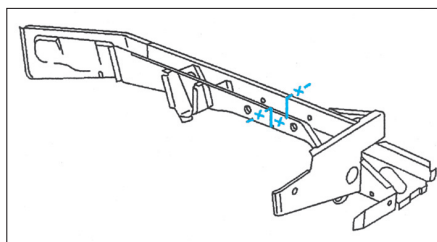

FIG. 130
- Tracer puis découper à l'aide d'une scie (Fig.130).